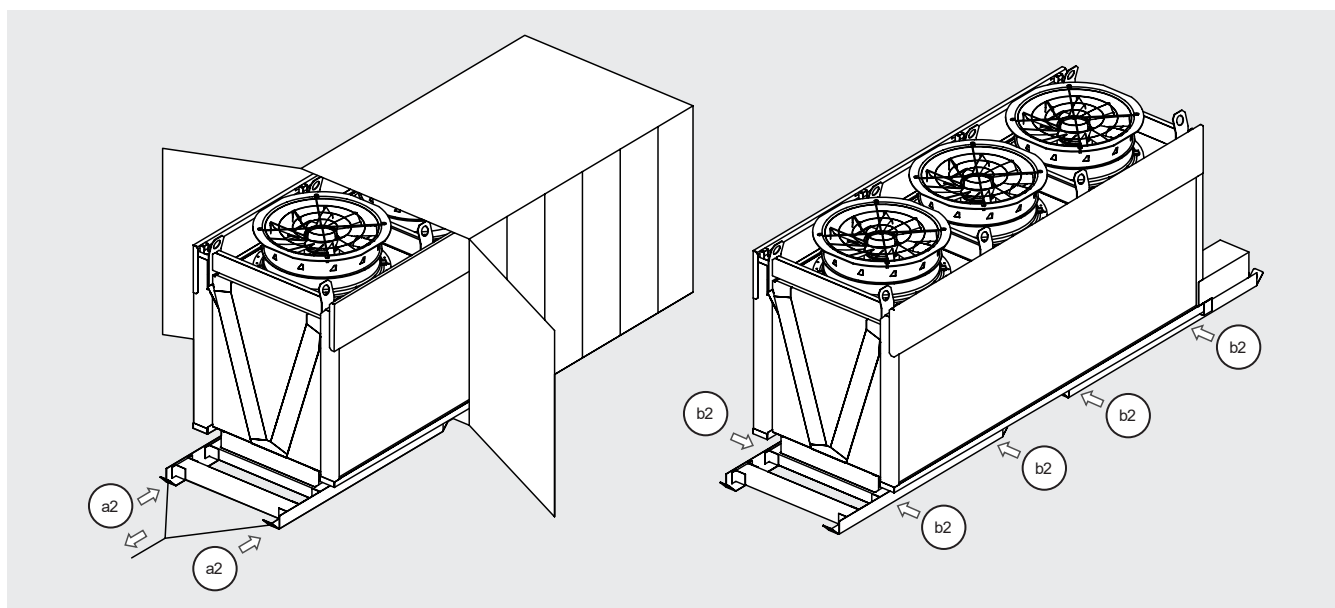

Figure 6
- 5.7 Si le modèle est emballé dans un conteneur, utilisez les deux boulons à œil (a2) pour sortir le modèle. Tirez lentement et sans à-coups. Utilisez un chariot élévateur (positionné sur le côté) ou équivalent pour tirer le modèle hors du conteneur. Dévissez les boulons (b2) pour libérer la glissière. Voir la Figure 6.